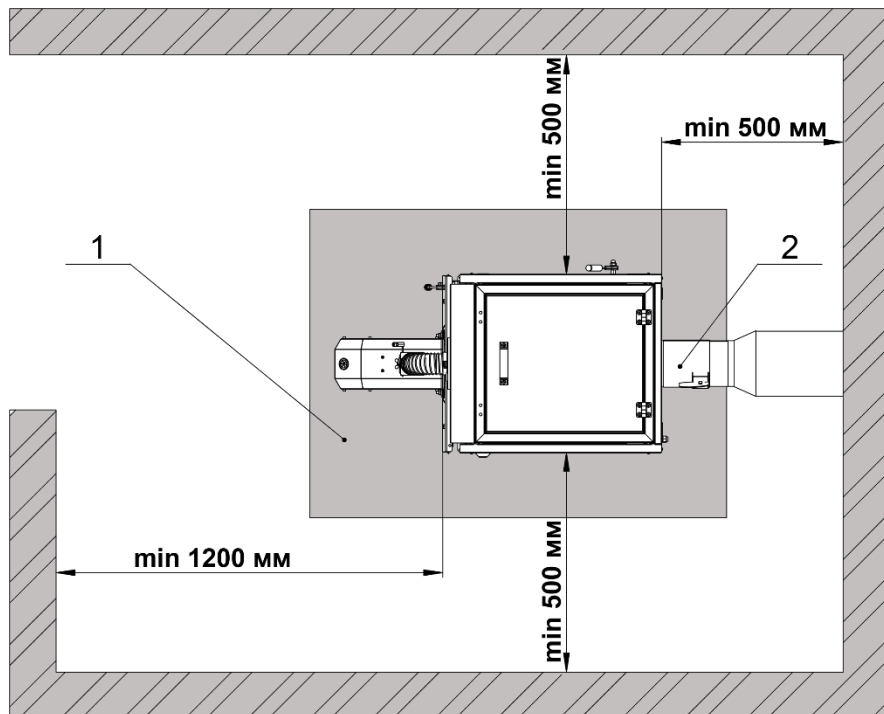

Рис. 12 Установка котла
- Подсоединить к патрубку дымохода (рис.2 поз.12) шибер-заслонку (рис.12 поз.2) (идет в комплекте) и затем к ней дымовую трубу.